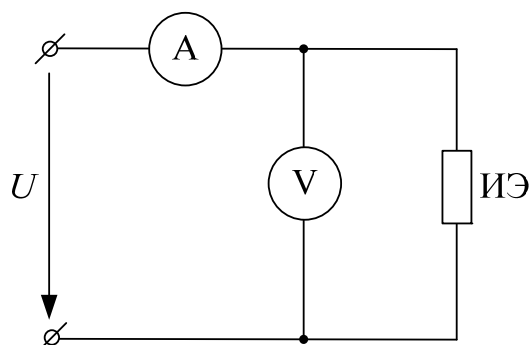

Рис. 7.1
Измерение фактических параметров элементов производить методом амперметра и вольтметра по схеме рис. 7.1 (где ИЭ – исследуемый элемент).
Активные сопротивления R_k индуктивных катушек K_{11} и K_{12} измерить мультиметром МУ-68. Затем последовательно измерить ток и напряжение на каждой из катушек по схеме рис. 7.1 и по закону Ома (7.8) определить их полные сопротивления Z . Далее рассчитать реактивные сопротивления X_k и индуктивности L , а также разности фаз φ_k между напряжением и током в катушках по формулам:
2. Вольт-амперные характеристики конденсаторов и индуктивных катушек снимать по схеме рис. 7.1. При этом элементы подключать к источнику, напряжение которого предварительно уменьшено до нуля. Далее, увеличивая его, произвести шесть измерений тока и напряжения на каждом элементе. Результаты измерений занести в табл. 7.4.